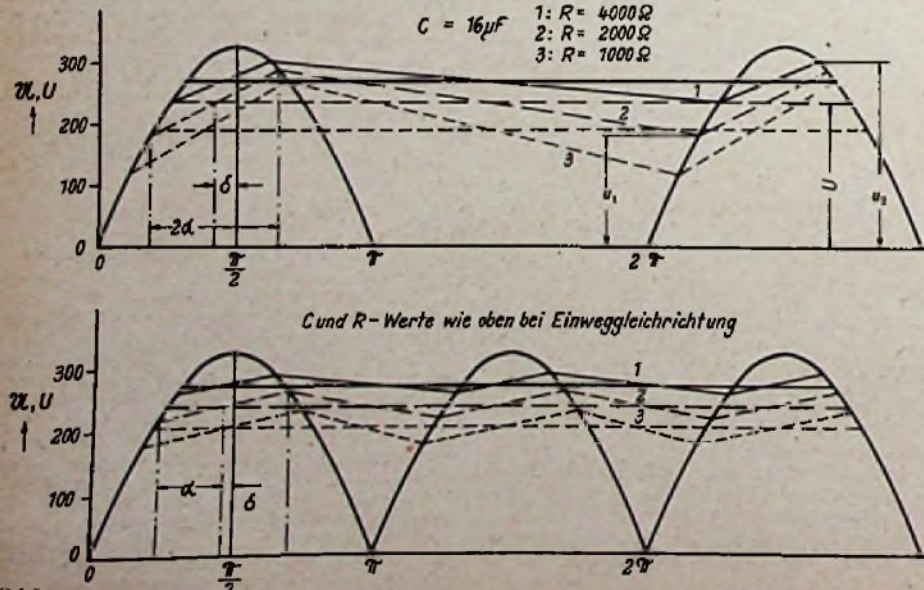
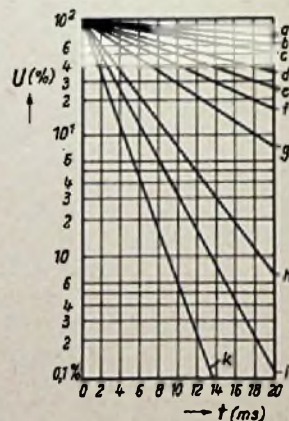

Bild 6. Meßwerte von Netzteilen mit Einweggleichrichtung (oben) und Zweiweggleichrichtung (unten)
Bild 7. Entladungskurven
Zunächst stellen wir die Funktion  $U = U \sin \omega t$  unter Berücksichtigung der Meßwerte (Bild 6) grafisch dar. Aus den Meßwerten wurden für eine Reihe von Verbraucherwiderständen die zugehörigen Spannungswerte ausgewählt und in Bild 6 übertragen. Wie man sieht, pulsiert die mittlere Gleichspannung U zwischen den Grenzwerten  $u_1$  und  $u_2$ . Die Größe dieser Pulsation ist vom Grad der Entladung des Kondensators CL abhängig und diese wiederum von der Größe des Belastungswiderstandes. Die Spannung des Kondensators CL verringert sich bei Belastung gemäß der Gleichung:
Im vorliegenden Fall beträgt die Periodendauer t (50 Hz Netzfrequenz) 20 ms. Um den jeweiligen Ladungszustand von CL in Abhängigkeit von t bestimmen zu können sind in Bild 7 die nach Gleichung (1) errechneten Entladungskurven für verschiedene Belastungswiderstände und Kapazitätswerte im Intervall 0 bis 20 ms wiedergegeben. Da die mittlere Gleichspannung U durch Messung festliegt, können die Werte von Bild 7 sinngemäß in Bild 6 übertragen werden: Es gibt für jede Entladungskurve nur eine Möglichkeit, sie so einzuzichnen, daß die Schnittpunkte — Beginn und Ende der Entladung — mit der Sinuskurve symmetrisch zur zugehörigen mittleren Gleichspannung liegen.
Sehen wir uns die in Bild 6 eingetragenen Meßwerte unter der Forderung an, daß  $U \approx U_{eff}$  sein soll, so finden wir, daß der Stromflußwinkel 2α bei Einweggleichrichtung im Mittel etwa 82° beträgt (im Bogenmaß gerechnet also weniger als  $\frac{\pi}{2}$ ), bei Zweiweggleichrichtung annähernd 90°. Zeitlich gesehen fließt also bei Einweggleichrichtung während einer Dauer von etwa 4,7 ms Ladestrom vom Transformator durch die Gleichrichterröhre, bei Zweiweggleichrichtung für die Dauer von etwa 5 ms. Dagegen dauert die Entladung bei Einweggleichrichtung etwa 15,3 ms, bei Zweiweggleichrichtung hingegen nur 5 ms